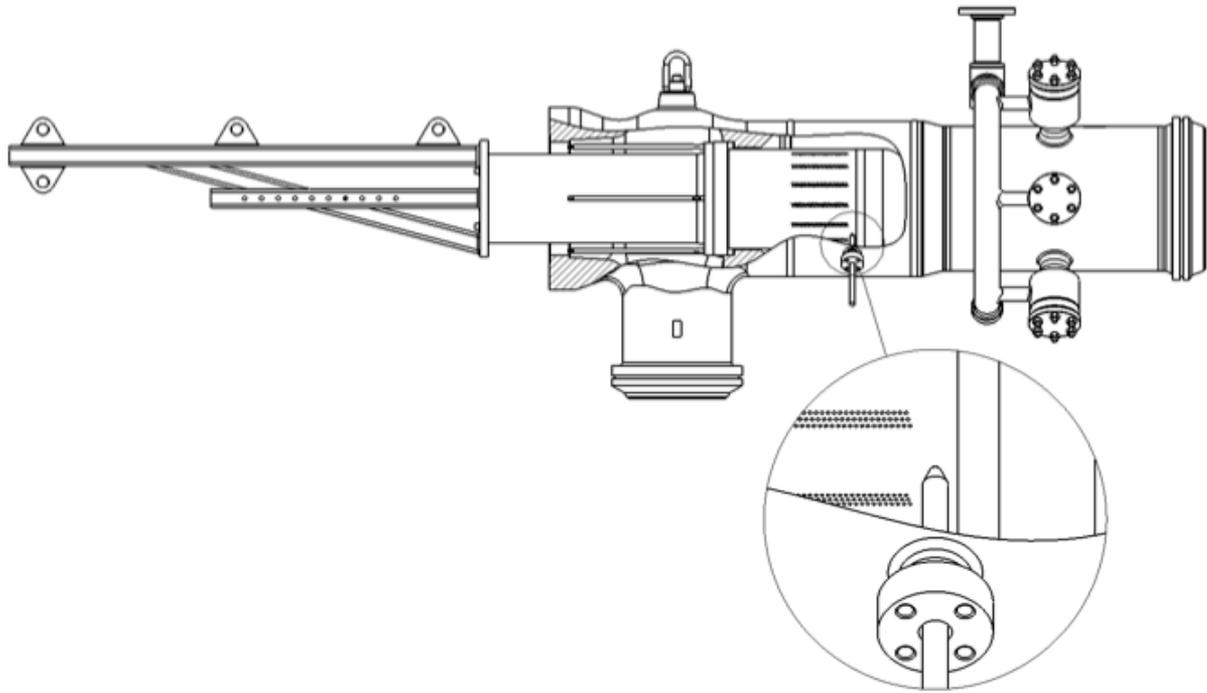

图7-阀座环/阀座环扩散器拆卸
2. 将扩散器支撑杆通过螺纹转入顶起点,直到接触。接触后转一整转,以便支撑扩散器(见图7)。